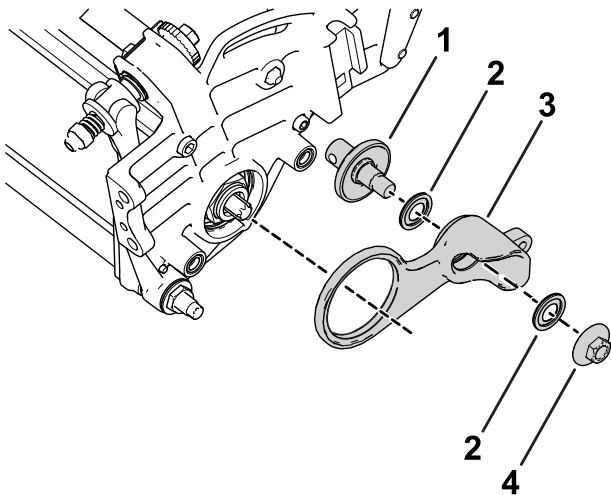

Bild 10
1. Montieren Sie alle losen Teile an den Riemenscheiben, wie in Bild 10 abgebildet.